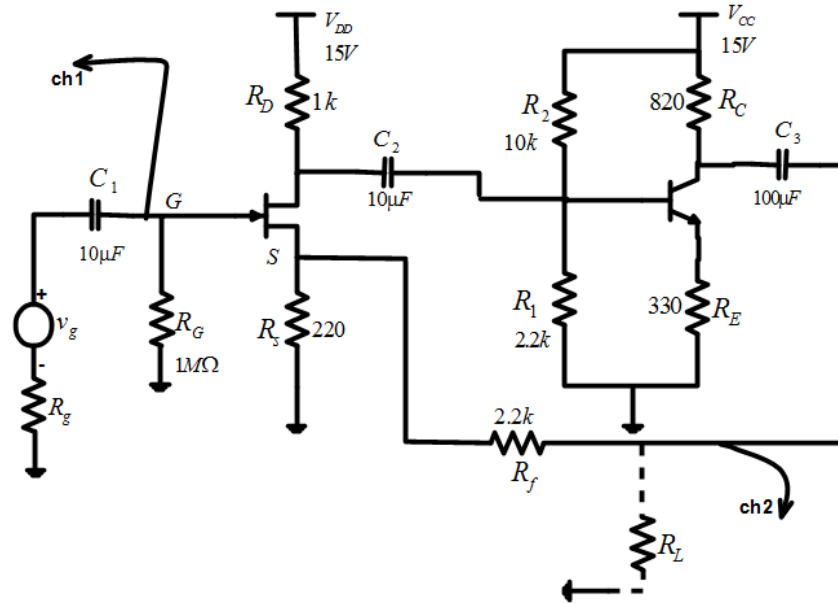

Fig.8 : Amplificateur à réaction
8. Réaliser le montage à réaction de la figure 8 :